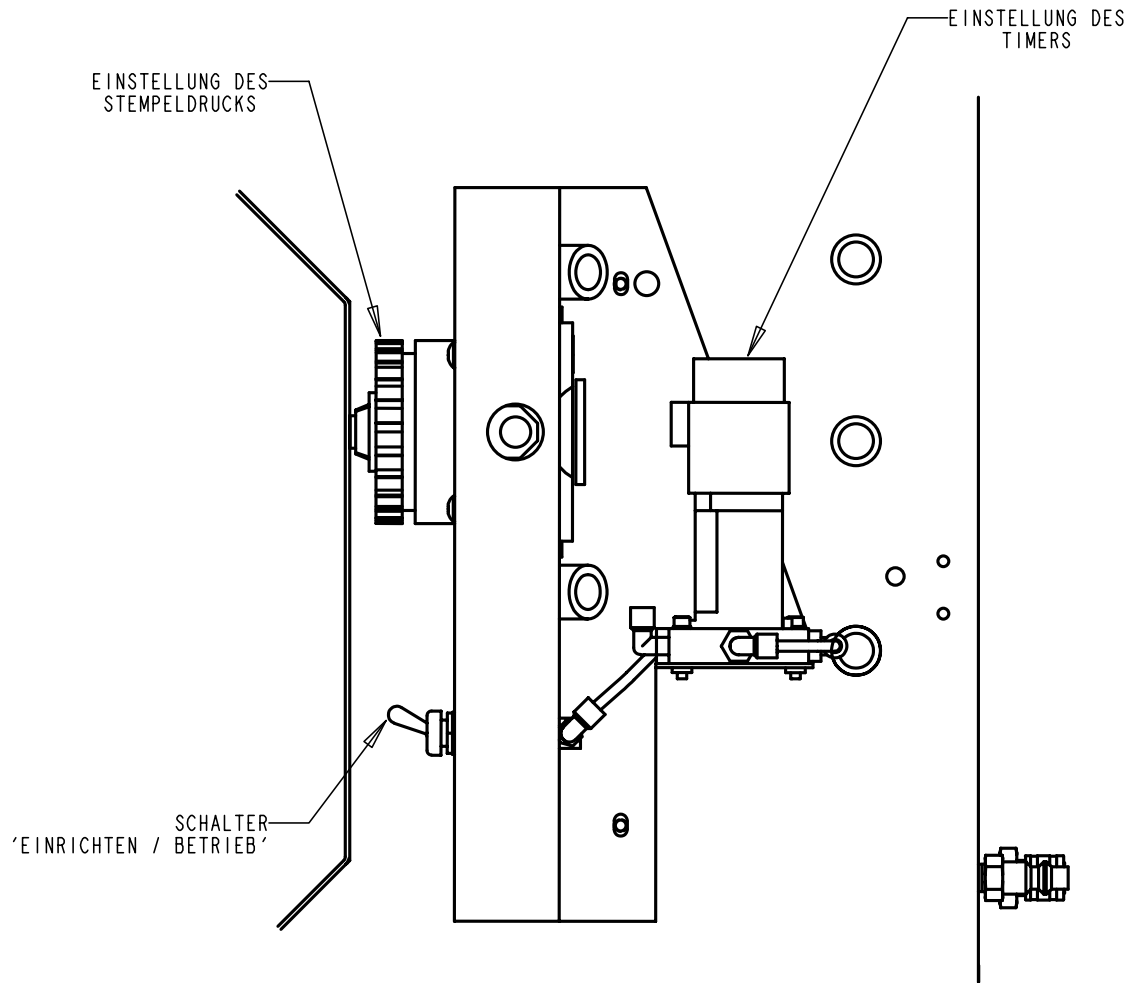

ABBILDUNG 3.2
1. Der Stempeldruck wird durch Linksdrehung des **EINSTELLKNOPFES FÜR DEN STEMPELDRUCK** auf Null gestellt (Abbildung 3.2).